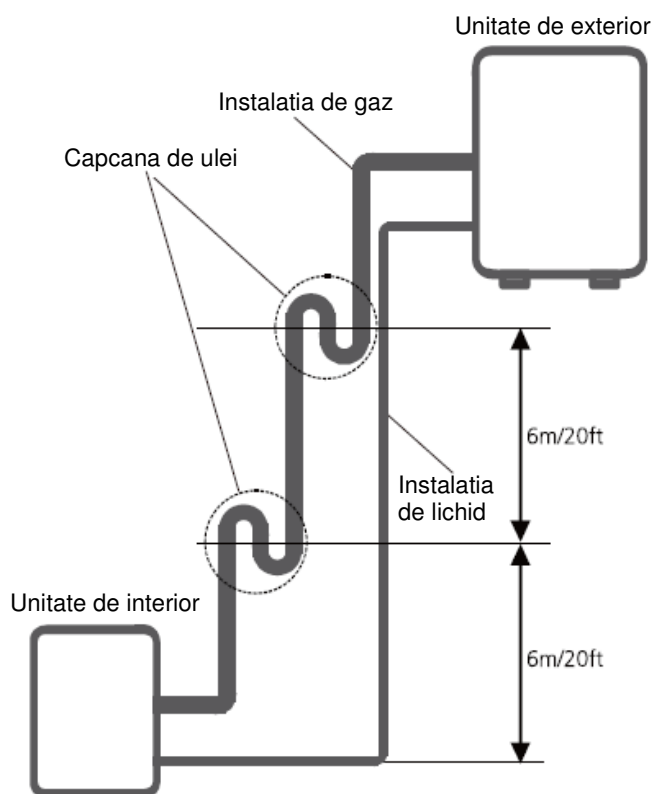

Fig. 7.3
- se recomandă ca conductele ascendente verticale să nu fie prea mari. Returul corect al uleiului în compresor trebuie menținut la viteza de aspirare a gazului. Dacă viteza scade sub 7,62 m/s (1500 picioare pe minute), returul uleiului trebuie scăzut. La fiecare 6 m (20 picioare) de pe conducta de aspirație verticală trebuie montată o capcană de ulei. (consultati Fig. 7.3)